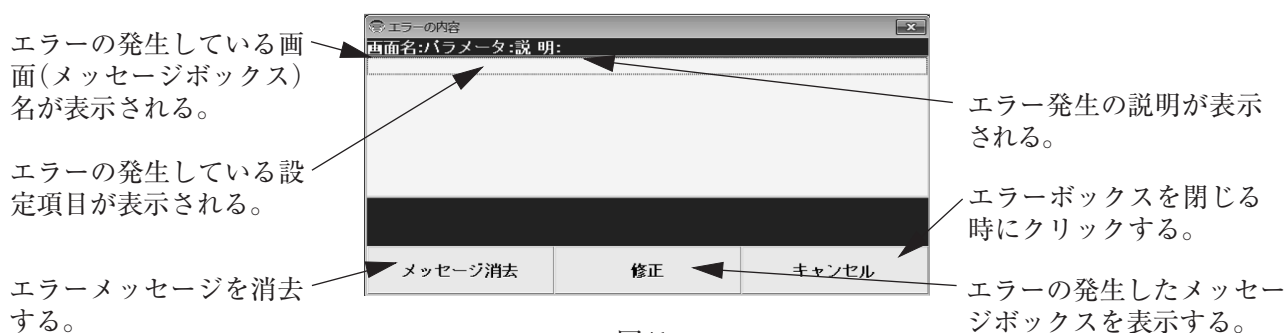

図41
- ② その後、図41のような「通信エラー」のエラーボックスが現れますのでエラーの確認等を行ってください。前に入力した誤った設定データはキャンセルされ、以前の設定データに戻ります。安全のため、パラメータ一覧またはデータベースを開いて設定を確認してください。